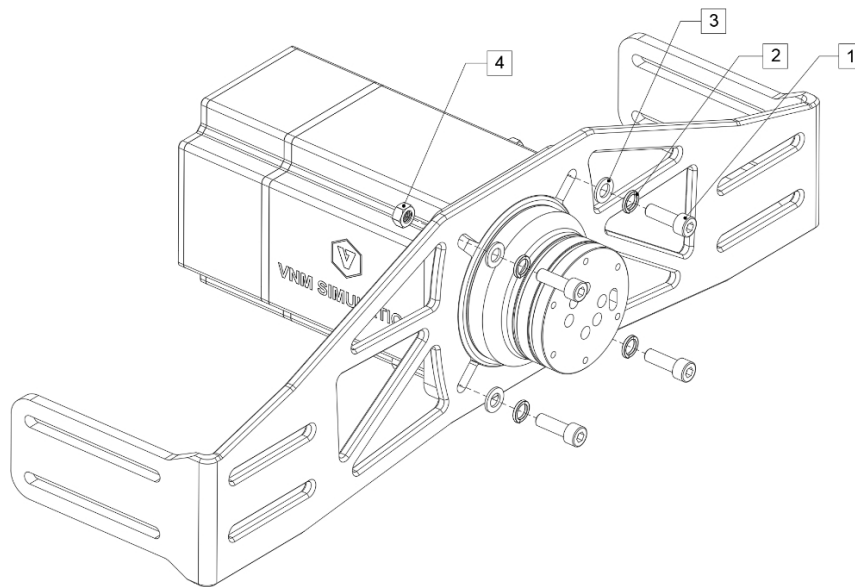

Abbildung 2. Montage des VNM-Radstands an einer vorderen Halterung des Simulator-Rigs.
Wheelbase Xtreme	wird mit 4xM8-Schrauben der Länge 30 mm mit einer Gewindesteigung von 1,25 mm (1), 4 M8-Federscheiben (2), 4 M8-Unterlegscheiben (3) und 4 M8-Muttern (4) in Abbildung 2